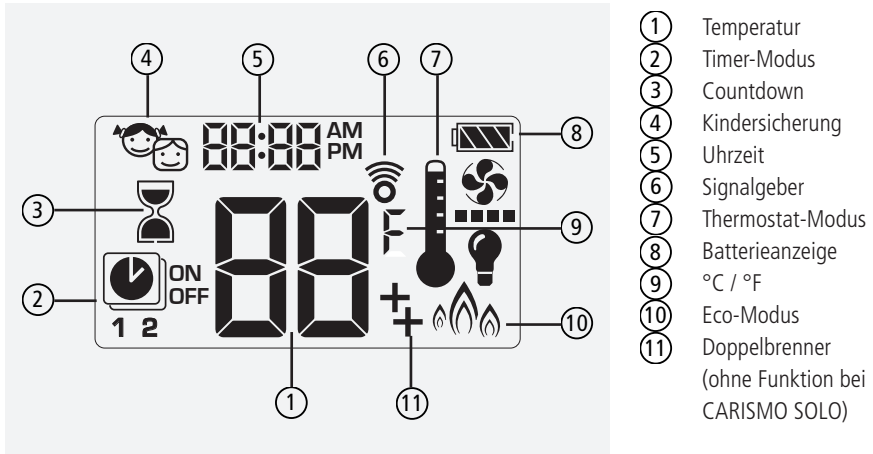

Abb. 4.3 Symbole auf dem Display
Drücken Sie dann noch einmal gleichzeitig die Tasten und bis die Uhrzeit im Display (siehe „Abb. 4.3 Symbole auf dem Display“ auf Seite 16) blinkt. Mit den Tasten und die Stunde einstellen. Als Bestätigung Tasten und wieder gleichzeitig drücken bis die Minutenanzeige blinkt, dann wie vorher mit den Pfeiltasten die Minuten einstellen und bestätigen.
Sie haben die Möglichkeit die Betriebsdauer zu begrenzen („Countdown-Modus“). Halten Sie dafür die Taste  gedrückt bis das Symbol „Countdown“ (siehe Abb. 4.3 auf Seite 16) auf dem Display erscheint und die Zeitanzeige blinkt. Stellen Sie mit den Pfeiltasten (, ) die Stunden ein, bestätigen Sie mit der Taste . Stellen Sie daraufhin mit den Pfeiltasten die Minuten ein und bestätigen Sie erneut mit der Taste .
2. Halten Sie die Taste  gedrückt bis die Anzeige „Timer-Modus“ (siehe Abb. 4.3) blinkt. Die Wunsch-Raumtemperatur (= EIN-Temperatur (ON), siehe Thermostat-Modus) wird angezeigt - sie kann hier nicht verändert werden.